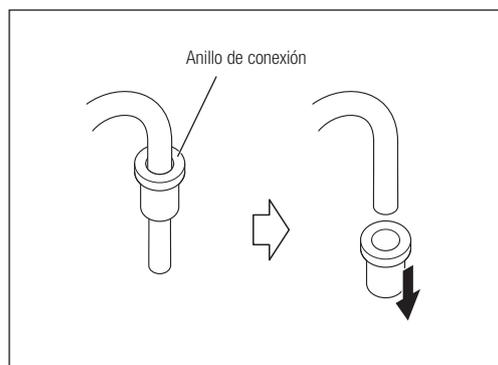

Fig. 52
- 4) Retire el anillo de conexión del tubo de irrigación. No lo deseche. Puede utilizar el anillo en el conjunto de bomba de irrigación de sustitución (Fig. 52).